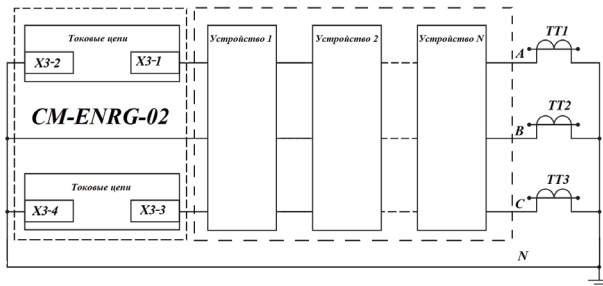

Рисунок 10 — Подключение модуля управления CM-ENRG-02 в цепи трансформаторов тока.
2.6.4. CM-ENRG-02 предназначен для применения в схемах с прямым подключением в цепи трансформаторов тока с электромеханическими РЗА или МПЗ. Схема включения рисунок 10.